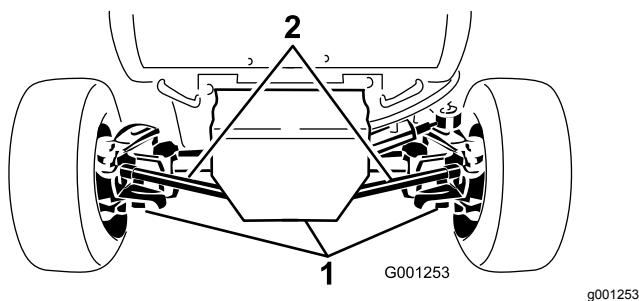

Bild 59
2. Reinigen Sie den Bereich um die drei Ablassschrauben (Bild 59).